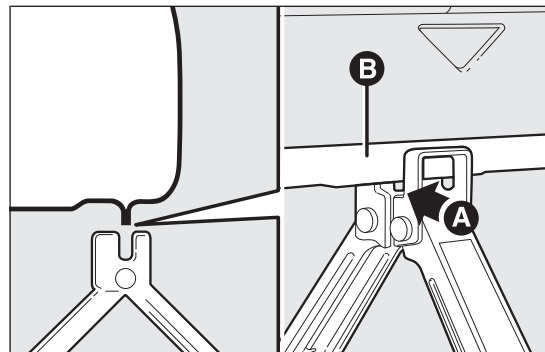

fig. 122
- ☐ accionar el gato con el mando para extenderlo hasta que la ranura A fig. 122 del gato se introduzca correctamente en el perfil inferior B